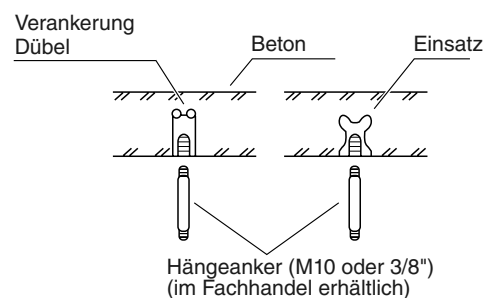

Abb. 3-3
- (3) Je nach Art der Decke:
- Die Hängeanker einsetzen, wie in Abb. 3-3 gezeigt, oder